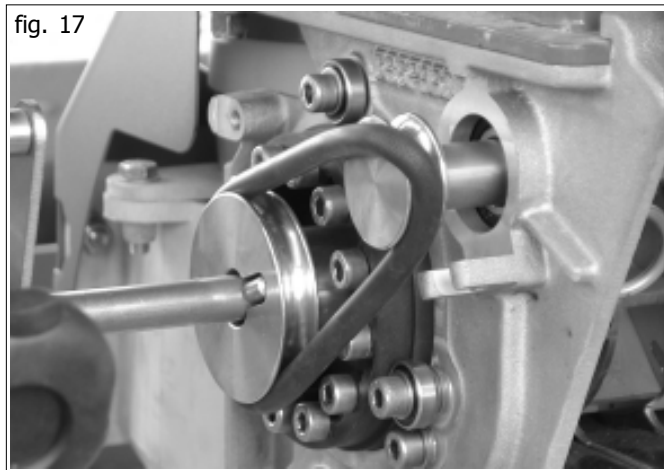

fig. 17
- Zum Abschalten der Rührwelle den Rundriemen über die Kante der Antriebsscheibe heben und auf der Gegenseite das Dosierrad leicht in Förderrichtung drehen. Der Riemen springt ab (Abb. 17). (Zum Auflegen des Riemens siehe Abschnitt Dosierrad.)